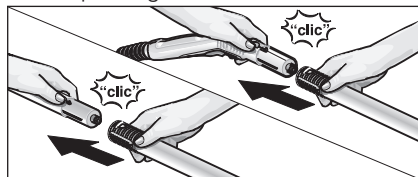

Fig. 3: Inserimento dei tubi di prolunga
- Se necessario utilizzare i tubi rigidi di prolunga (G1). Montare a tal fine sulla pistola vaporizzatrice (C1) uno o entrambi i tubi di prolunga (G1) (si veda fig. 3). Inserire poi l'accessorio desiderato (D1, E1, F1, H1) sull'estremità libera del tubo di prolunga.